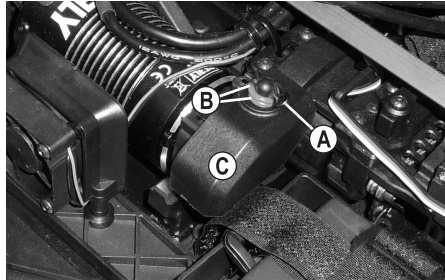

Bild 17
- Setzen Sie die Schutzabdeckung **(C)** wieder auf. Stecken Sie die beiden Gummiringe **(B)** auf den Haltezapfen und stecken Sie den Clips **(A)** wieder ein, siehe Bild 17.